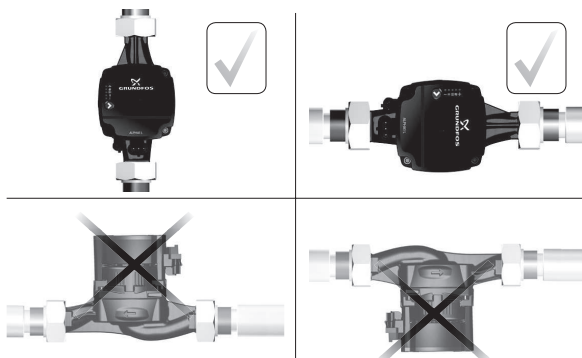

Рис. 4 Примеры размещения насоса
2.	Важно! Расположение насоса должно быть таким, чтобы вал двигателя насоса был расположен горизонтально относительно земли. На рис. 4 изображён пример правильного монтажа (верхний ряд рисунка) и пример неправильного монтажа (нижний ряд рисунка).